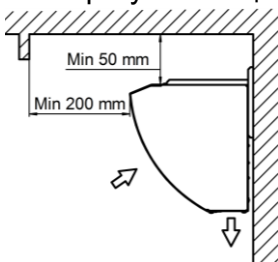

Рисунок 1 Відстань до оточуючих поверхонь
- строго витримуйте (не зменшуйте) вказані мінімальні відстані від корпусу завіси до найближчих оточуючих поверхонь (рисунок 1).
При установці суворо дотримуйтеся (не зменшуйте) вказані мінімальні відстані від корпусу завіси до найближчих обмежуючих поверхонь (рисунок 1).
Рекомендації по установці завіси на стіні наведено на рисунок 1 Додатку 1 даного керівництва